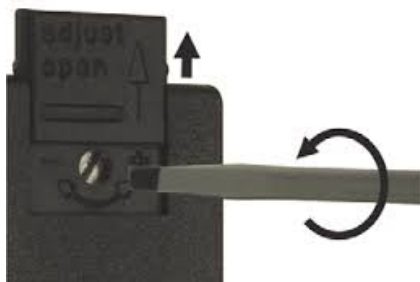

Abb. 4: Schalterpunkt einstellen
2. ➤ Drehen Sie die Schraube gemäß Abb. 4 entgegen dem Uhrzeigersinn, um den Schalterpunkt zu erhöhen
2. ➔ Drehen Sie die Schraube gemäß Abb. 4 im Uhrzeigersinn, um den Schaltpunkt zu verringern